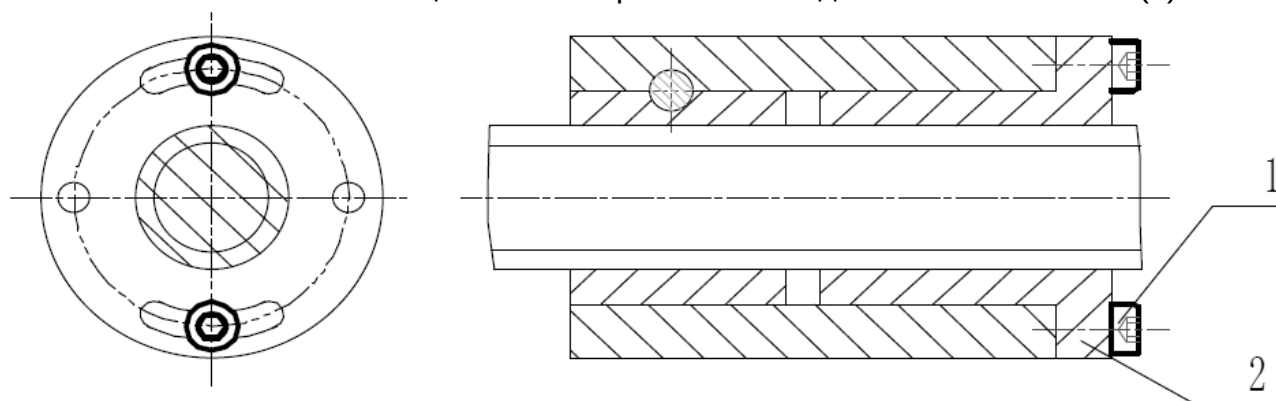

Рис. 11
7.1.5. Регулировка зазора между ходовым винтом и гайкой продольной и поперечной подач. (Рис. 11).